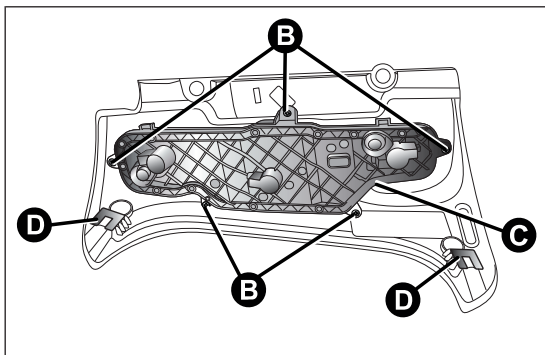

fig. 122
- ❑ aflojar los cinco tornillos B de sus alojamientos y extraer el portalámpara C fig. 122;